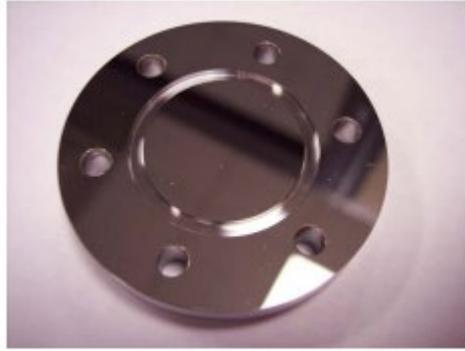

Figura 34. Espejo de acero inoxidable; lado del espejo hacia arriba
3. Obtenga el espejo de acero inoxidable nuevo. Consulte la figura 34 siguiente.